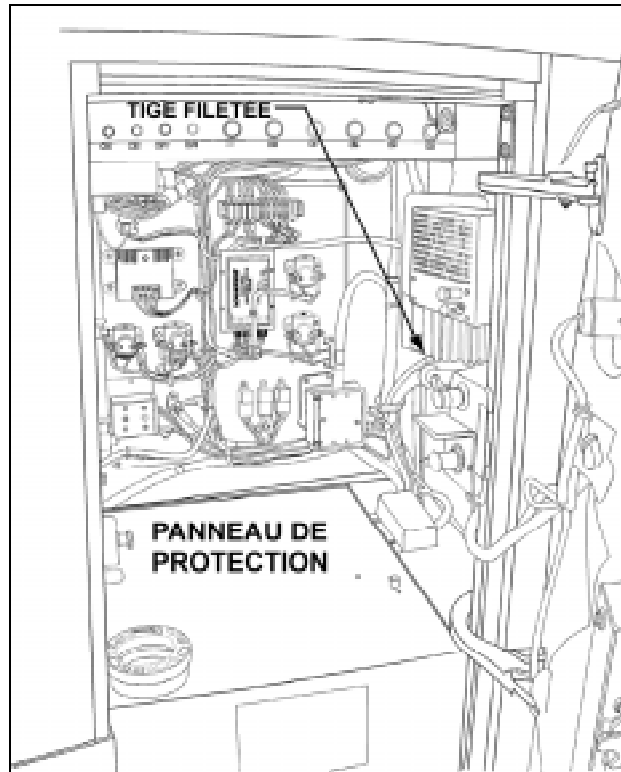

FIGURE 3 : COMPARTIMENT PRINCIPAL D'ALIMENTATION
2. Vérifier qu'aucun câble ne frotte sur la tige filetée située sous l'équilibreur de batteries «Vanner» (voir figure 3). Fixer les câbles à l'aide d'attaches de nylon au besoin.
3. Enlever le panneau de protection des batteries et vérifier que les câbles sont bien fixés et en bonne condition, resserrer au couple indiqué sur les batteries au besoin (voir figures 3 et 4). Vérifier également que l'enduit protecteur des brides de fixation des batteries est présent et en bonne condition. Réinstaller le panneau et fermer la porte.